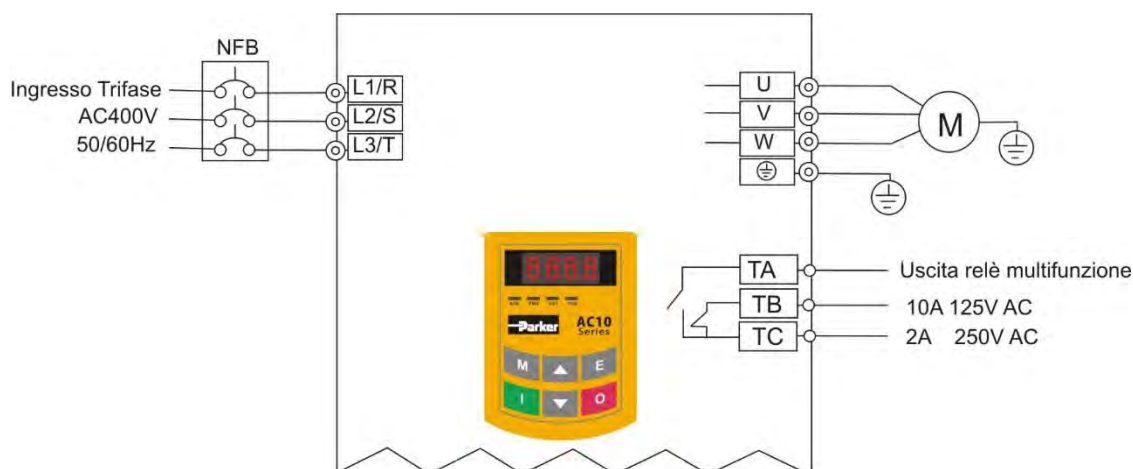

Figura 8-1 Diagramma di cablaggio 1
- i. Collegare i cavi come indicato nella Figura 8-1. Dopo avere controllato i cablaggi, attivare il sezionatore e accendere l'inverter.